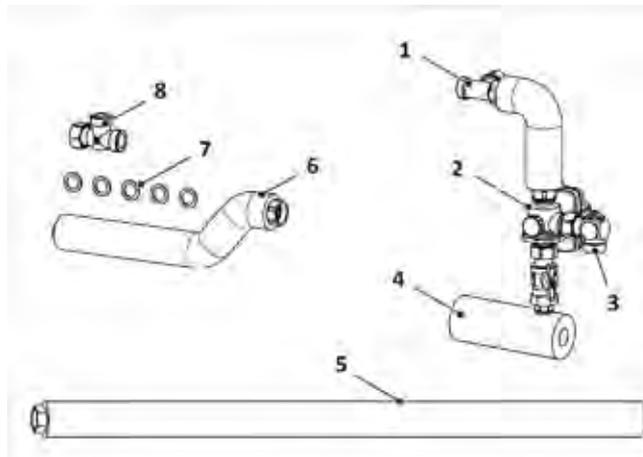
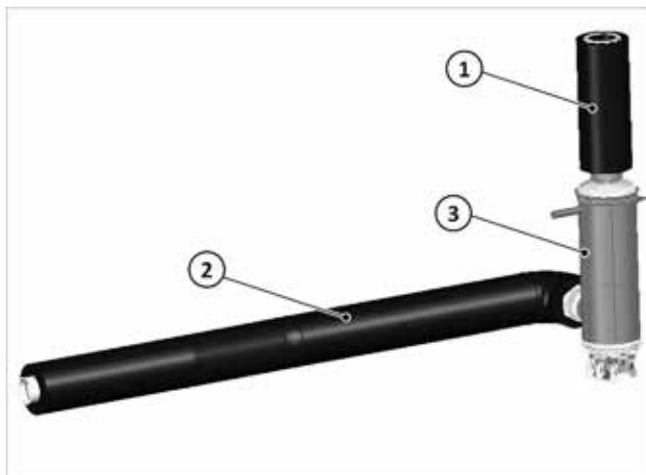

Fig. 2: Pacchetto di montaggio valvola a 3 vie LM WP
Fig. 7: Kit di modifica Max SL-7 (idraulica)
3. Posare il tubo di mandata della pompa di calore (5) a sinistra o destra nel passaggio tubazione. Serrare la linguetta di sicurezza, tenendola ferma.
4. **Vale solo per SolvisLea Eco con SolvisMax Solo:** Al posto del tubo di mandata della pompa di calore, montare il kit di modifica secondo → Fig. 7, pag. 9 e avvolgere la cartuccia di riscaldamento con l'isolante in dotazione e autoadesivo.
5. Inserire e fissare il sensore di temperatura S14 in dotazione all'angolo (3) del manicotto a immersione.
Nella combinazione SolvisMax Solo con SolvisLea Eco, il modulo di carica WP-SL è dotato di una cartuccia di riscaldamento da integrare nella mandata della pompa di calore. Questo "Kit di modifica Max-SL-7" (→ Fig. 7) sostituisce qui il "Tubo di collegamento WP-VL", vedi → Fig. 2 (5).
1. seguire i preparativi del modulo di carica come indicato nel → cap. "Preparazione del volume di carica WP e WP-SL" pag. 7 e sostituire il "tubo di collegamento WP-VL", vedere → Fig. 2 (5), con quello del presente "Kit di modifica Max-SL-7" (→ Fig. 7).